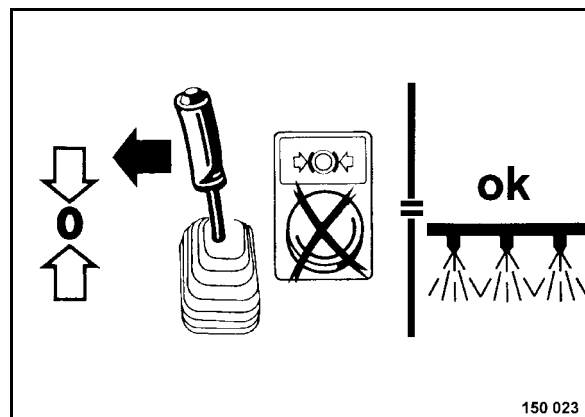

Fig. 62
- Per inserire l'irrorazione azionare la leva di marcia dalla posizione di frenata in direzione della posizione "0" (Fig. 62).